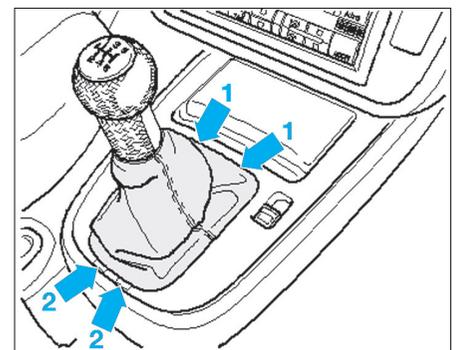

Fig. 25
- Dégager avec précaution le cache de la console centrale en faisant levier en (1) et (2) (Fig.25).